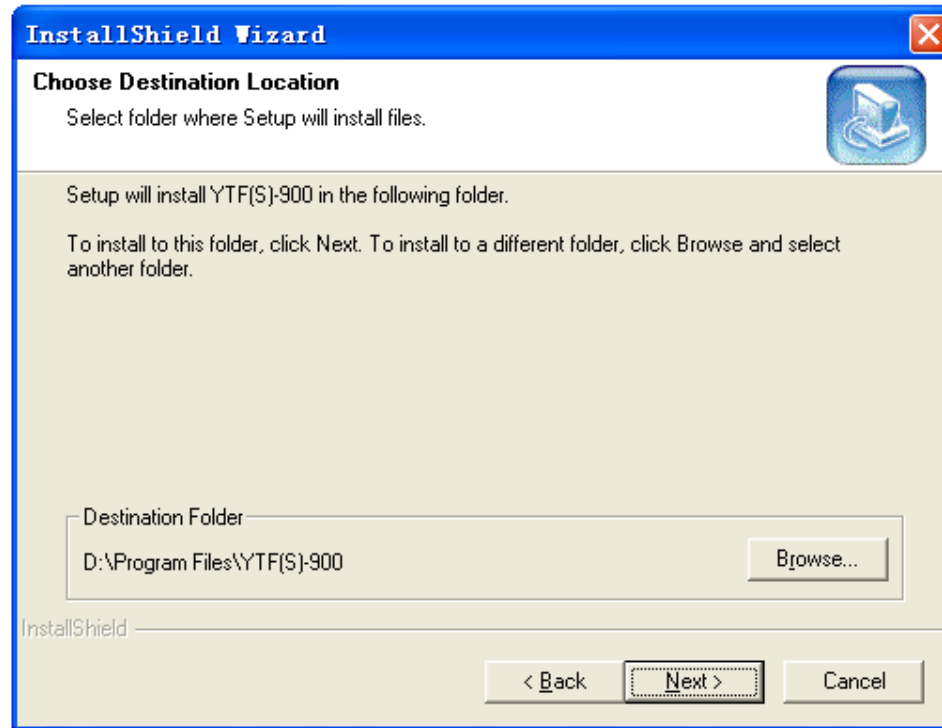

图 18
4.1.2 如图 18，在此对话框中用户可以单击“浏览”按钮选择安装程序路径，也可以使用默认安装路径，单击“Next”按钮进入安装程序的下一步，单击“Back”按钮返回安装程序的上一步。